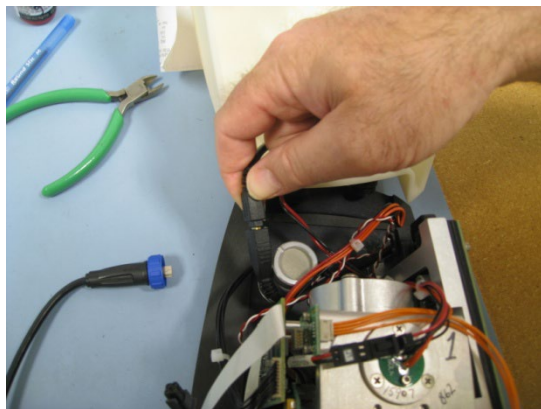

Figura 27 Desconexión del cable USB.
- 4 Desconecte el cable USB. El conector USB es el conector negro (consulte la Figura 27).